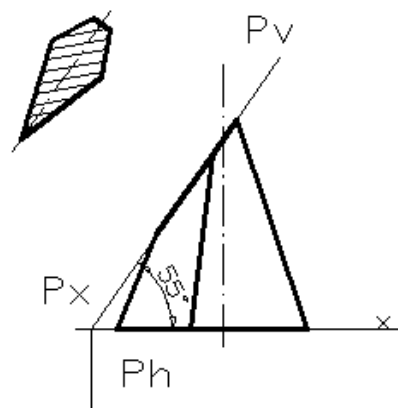

Рис.27
**сечение) до совмещения направления следа Ph с направлением оси «Y» (рис.27) .**